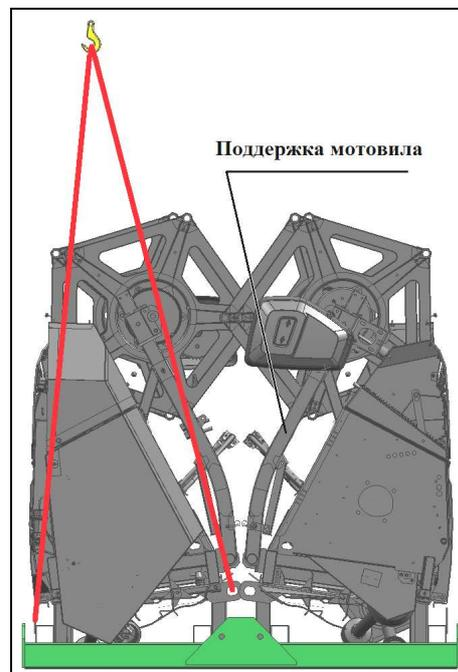

Рисунок 8.19
3) обвязать жатки проволокой между собой (через отверстия ушей на траверсах обеих жаток), обвязать поддержки мотовила (рисунок 8.19).